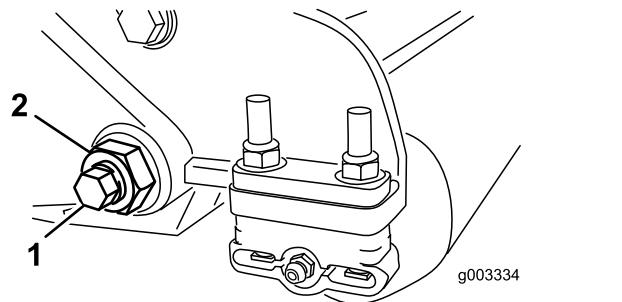
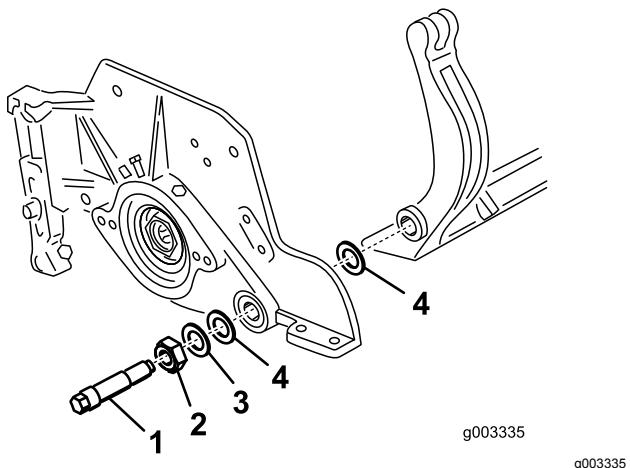

Figura 37
Figura 38
3. Su ciascun lato della macchina, allentate il dado di bloccaggio che fissa il bullone della barra di appoggio (Figura 37).
4. Togliete ciascun bullone della barra di appoggio consentendo alla barra di appoggio di essere tirata verso il basso e rimossa dal bullone della macchina (Figura 37). Considerate 2 rondelle in nylon e 1 rondella in acciaio stampato su ciascun lato della barra di appoggio (Figura 38).
Nota: Collocate una rondella in nylon su ciascun lato della flangia di estremità della piastra laterale. Posizionate una rondella in acciaio all'esterno di ciascuna rondella in nylon (Figura 38).